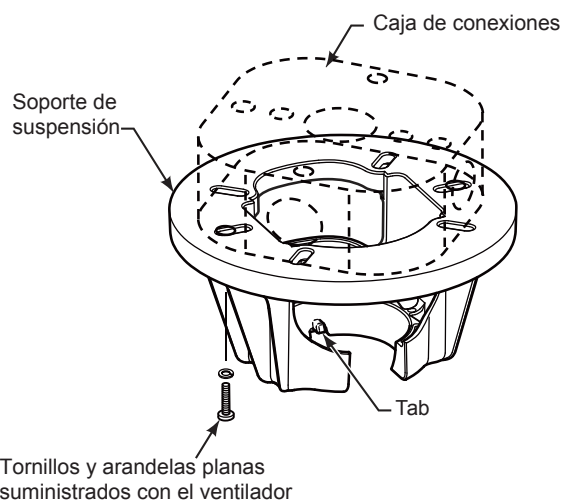

Figura 3
3. Retire el clip de horquilla y pasador de horquilla de la parte inferior de la bola para colgar. Retener el pasador y clip para la reinstalación en el paso 5. (Figura 3)
1. Fije adecuadamente el soporte colgante a la caja de empalme del techo que sea aceptable para el soporte del techo. Usando los tornillos de la caja de salida #8-32 y las arandelas planas suministrado con el ventilador. (Figura 3)
NOTA: Se deben pasar los tornillos de la caja de conexiones a través de los orificios que se encuentran en el soporte de suspensión. (Figura 3)
- ☐ 3. Con cuidado, levante el ventilador y apoye la unidad del barral/de la semiesfera en el soporte de suspensión que acaba de fijar a la caja de conexiones. (Figura 4) Asegúrese de que la ranura en la semiesfera esté alineada con el reborde del soporte de suspensión. (Figura 3)